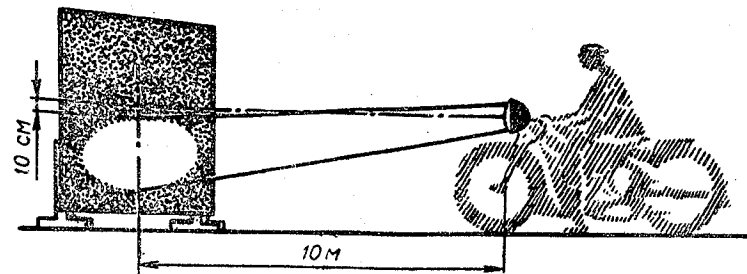

Рис. 49. Схема установки фары
1) мотоцикл (с нагрузкой) устанавливают на ровной площадке перед белой стенкой или экраном на расстоянии 10 м от стекла фары до стены (рис. 49);